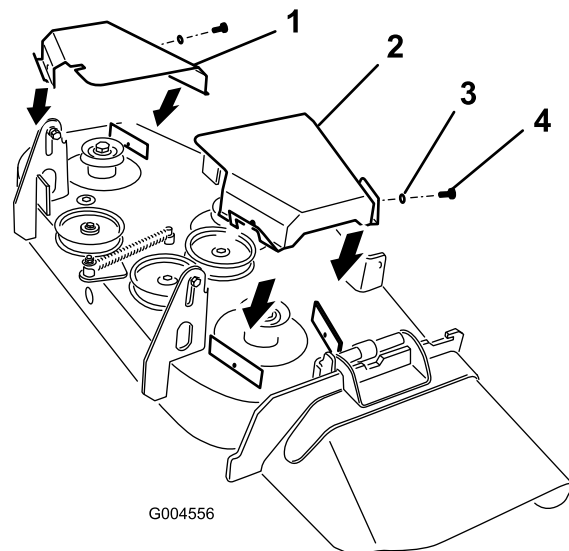

Figura 44
3. Retire los 2 pernos y arandelas de cada cubierta de las correas, y retire las cubiertas de los ejes exteriores (Figura 44).
8. Instale las cubiertas de las correas sobre los ejes exteriores (Figura 44).